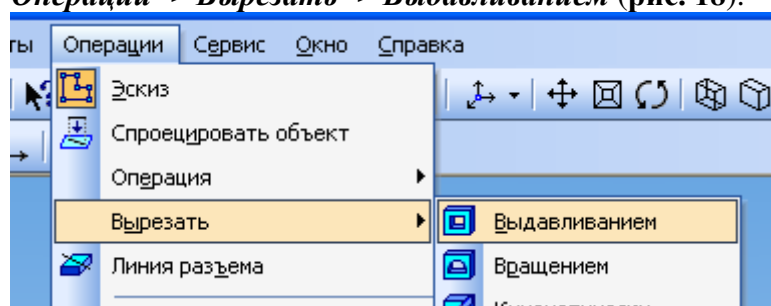

Рис. 18
16. Построения завершаете также в «режиме редактирования эскиза». Нажимаете **Операции -> Вырезать -> Выдавливанием** (рис. 18).